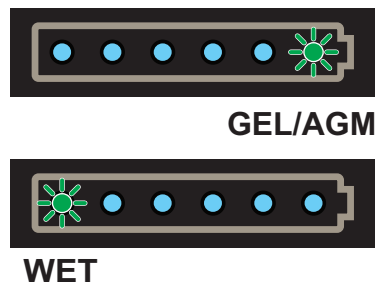

Figure 2
- (Si présente) tourner la clé de contact (41) sur « I ».
Pousser sur le bouton principal (42) pour mettre la machine en marche, puis relever le réglage courant en vérifiant, dès les premières secondes, la del clignotante dans le symbole de batterie (figure 2) :
- S'il faut modifier le réglage, pousser pendant 3 secondes sur le bouton (44).
- Dans les 3 secondes, pousser brièvement sur le bouton (44) pour sélectionner le nouveau réglage.